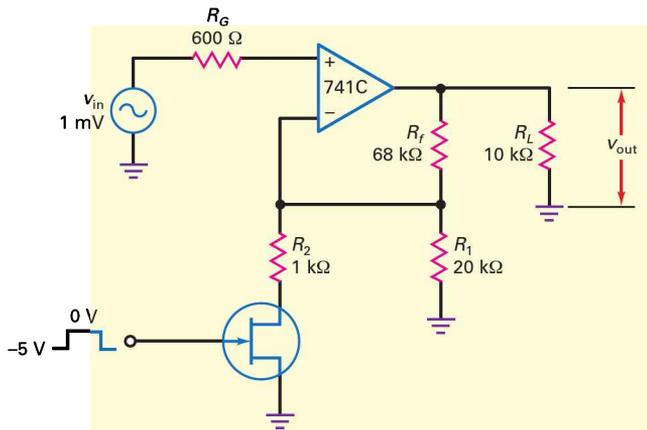

Figure 18.39
- 18.9** Si $V_{GS(\text{off})} = -5 \text{ V}$, quelles sont les tensions de sortie minimale et maximale de la figure 18.39 ?